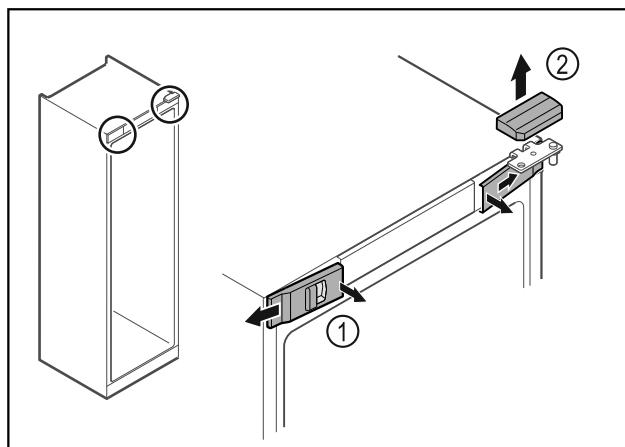

Fig. 16
- Deblocați apărătorile frontale din interior Fig. 16 (1) și detașați-le în lateral.
- Scoateți în sus Fig. 16 (2) apărătoarea.